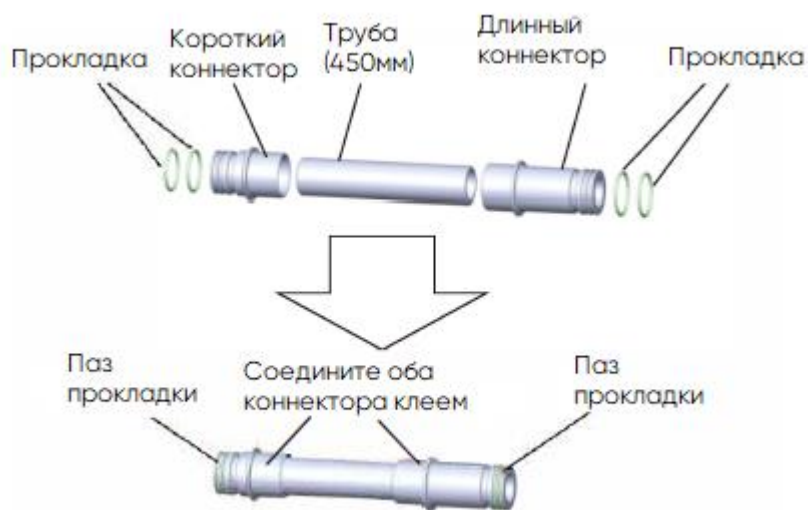

Рисунок 2-2-1
1. Как показано на рис. 2-2-1, склейте трубу, короткий и длинный соединения, а затем установите уплотнительные кольца в два соединения соответственно (всего 2 штуки).